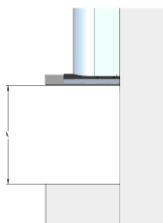
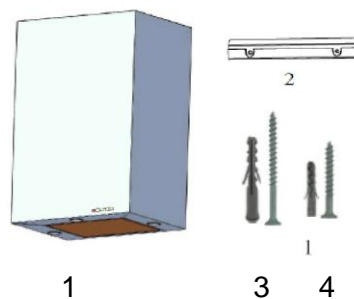
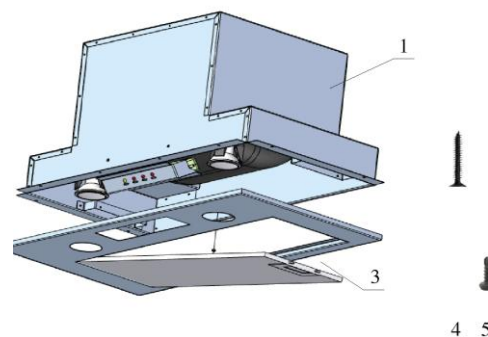

Рис. 3
Рис. 5
Рис. 6
Для газової плити відстань «А» між найнижчою частиною витяжки і поверхнею для приготування їжі повинна становити не менше 65 см (рис. 3). Під час монтажних робіт слід дотримуватися чинних положень відносно відведення повітря.
- Прикладіть корпус витяжки до стіни, зберігаючи мінімальну відстань 65 см між нижнім краєм витяжки і поверхнею для приготування їжі на плиті (Рис. 3).
- Прикладіть корпус витяжки (1) (Рис. 5) до стіни, зберігаючи мінімальну відстань 65 см між нижнім краєм витяжки і поверхнею для приготування їжі на плиті (Рис. 3).
- Зробіть позначені на стіні отвори за допомогою свердла, діаметр якого відповідає дюбелям з шурупами, що додаються (3) (Рис. 5), вбийте дюбелі, а потім угвинтіть шурупи на глибину приблизно 1 см для підвішування витяжки.
- Зніміть алюмінієвий жировий фільтр (3) (Рис. 6).
- Відгвинтіть з внутрішнього боку чотири гвинти (5) (два ліворуч і два праворуч; для того щоб зняти маскувальний екран з корпусу витяжки і відкрити отвори для кріплення корпусу до шафи (Рис. 6 і Рис 10).
- Після видалення маскувального екрана пригвинтіть корпус витяжки до шафи за допомогою восьми шурупів (4) (Рис. 6), зберігаючи мінімальну відстань 65 між нижнім краєм витяжки і поверхнею для приготування їжі на плиті (Рис. 3).
- Пригвинтіть маскувальний екран до корпусу за допомогою чотирьох гвинтів (5) внутрішнього боку (Рис. 6 і Рис. 10).
- Установіть алюмінієвий жировий фільтр (3) (Рис. 6).
Жировий фільтр (Рис. 6) слід очистити залежно від інтенсивності приготування їжі, принаймні раз на місяць. Для очищення жирового фільтра необхідно його вийняти і промити теплою водою із засобами, що розчинюють жир, або в посудомийній машині, установивши його у вертикальному положенні.